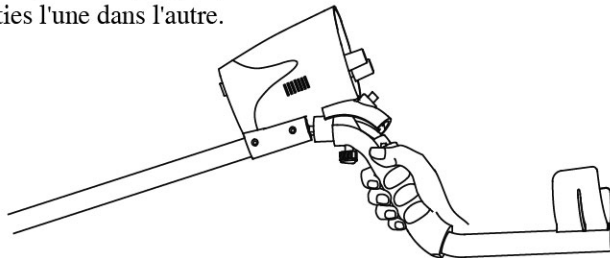

Figure 1
1. Alignez la partie arrondie en plastique de la poignée, avec la rainure arrondie en bas du boîtier de commande (Figure 1). Insérez fermement les deux parties l'une dans l'autre.